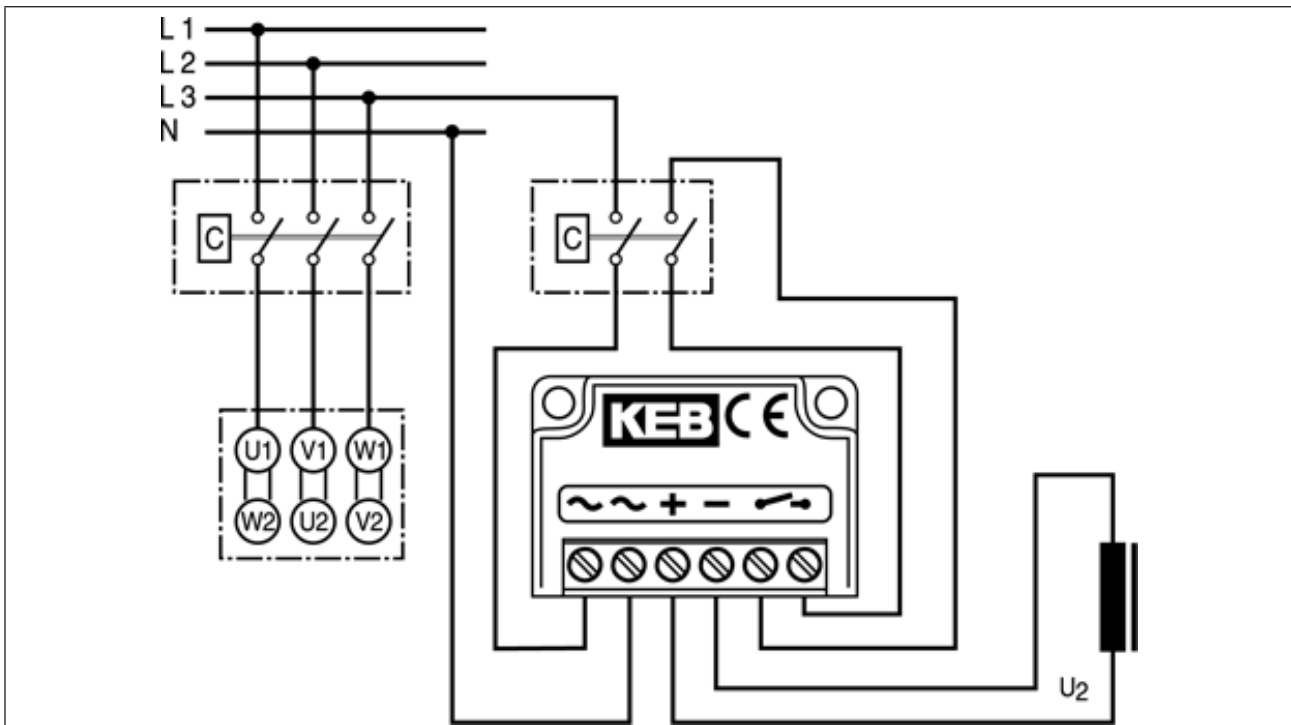

Abbildung 13: Anschluss bei gleich- und wechselstromseitigem Schalten
- Drahtbrücke installieren, damit der Motor nicht gegen die Bremse arbeitet. Bei Antriebsstromrichterbetrieb den Schalter beim Hochlaufen über digitalen Ausgang schalten => „Abbildung 13: Anschluss bei gleich- und wechselstromseitigem Schalten“.